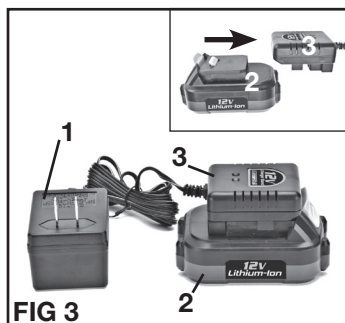

FIG 3
CHARGEMENT DES BATTERIES (FIG 3)
- Branchez l'adaptateur mural (1) dans une source de 120 volts AC. Le voyant vert sur le chargeur s'allume, indiquant que le chargeur est sous tension.
- Faites glisser la batterie (2) dans la fente sur la base du chargeur (3) tout le chemin jusqu'à ce qu'il se bloque en place avec un clic, comme le montre la figure 3. Le voyant rouge du chargeur s'allume, indiquant que la batterie se recharge.